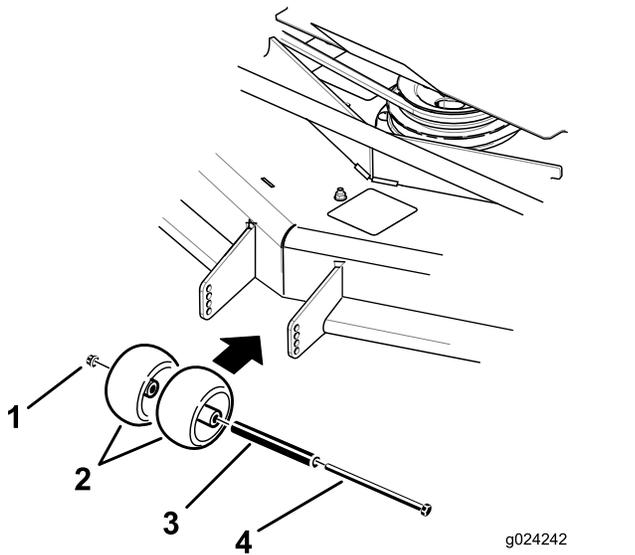
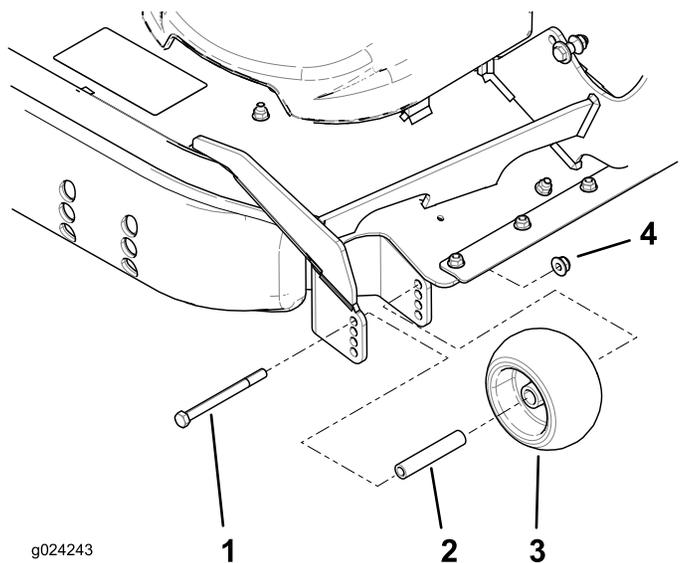

Figure 29
Figure 30
- Réglez les galets anti-scalp comme montré à la Figure 29 et la Figure 30.